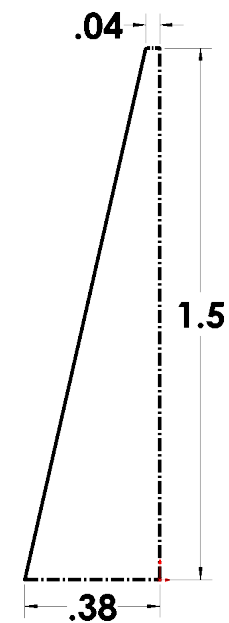

Fig. 4
Step 6. Add dimensions, **Fig. 4**.